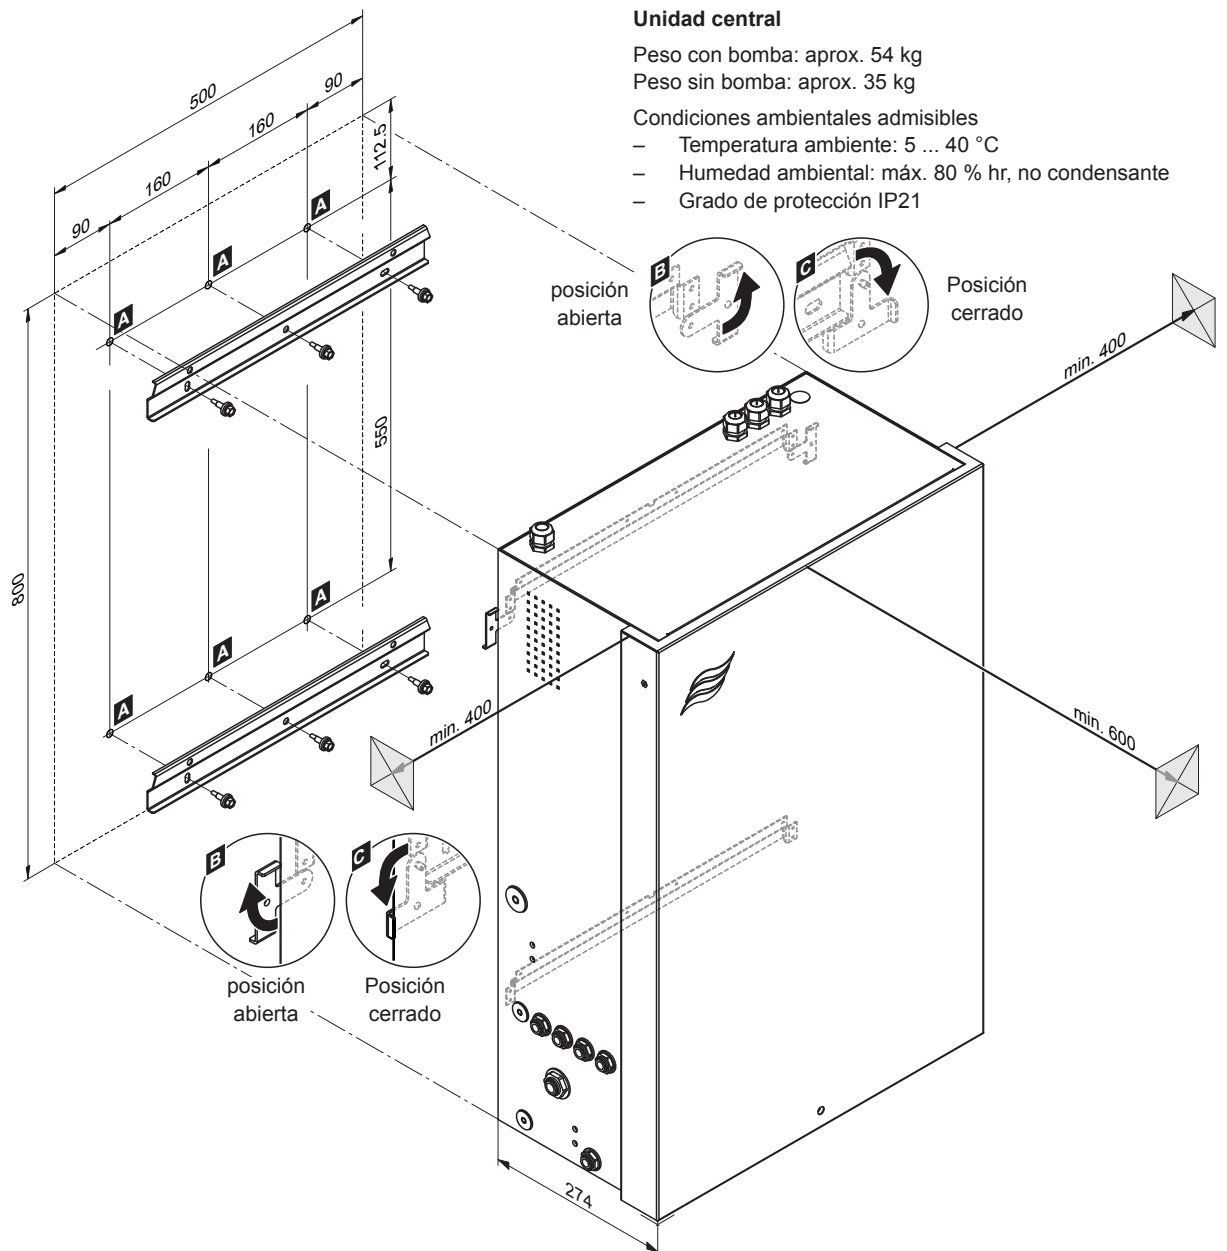

Fig. 34: Instalación de la unidad central – medidas en mm
3. Gire hacia fuera las dos lengüetas de bloqueo de la pared trasera de la unidad central (posición abierta, véase el detalle "B" en la Fig. 34).
4. Cuelgue la unidad central en los soportes murales. A continuación, gire hacia dentro las dos lengüetas de bloqueo de la pared trasera de la unidad central (posición cerrada, véase el detalle "C" en la Fig. 34) para fijar la unidad central en el soporte mural superior.